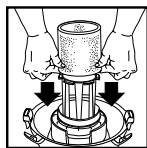

FIGURE 26
43. Avec le couvercle du réservoir dans une position renversée, glissez le manchon en mousse vers le bas, au-dessus du couvercle en tirant jusqu'à ce que le manchon en mousse couvre complètement le couvercle. **FIGURE 26.**